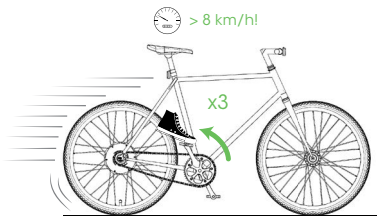

Abbildung 2: Bike All In One Prozedur zum Aktivieren
2.1 BIKE All-in-One-Aktivierungsvorgang (siehe Abbildung 2)